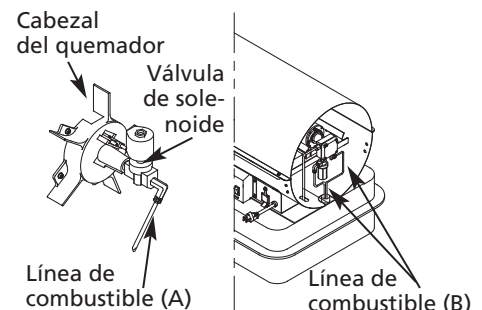

Figura 15 – Apriete la Línea de Combustible
- Use una llave de 1/4 pulg. y apriete la línea de combustible (A) en la válvula de solenoide y en la bomba (consulte la Figura 15).